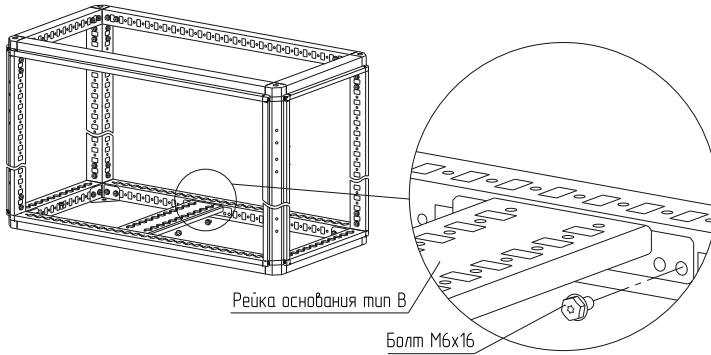

Рисунок 32
4.18.2 Установите рейку на несущие профили основания или крыши на нужной ширине или глубине и закрепите болтами М6×16 (рисунок 32). Момент затяжки – 7 Н·м. Болты приобретаются отдельно.